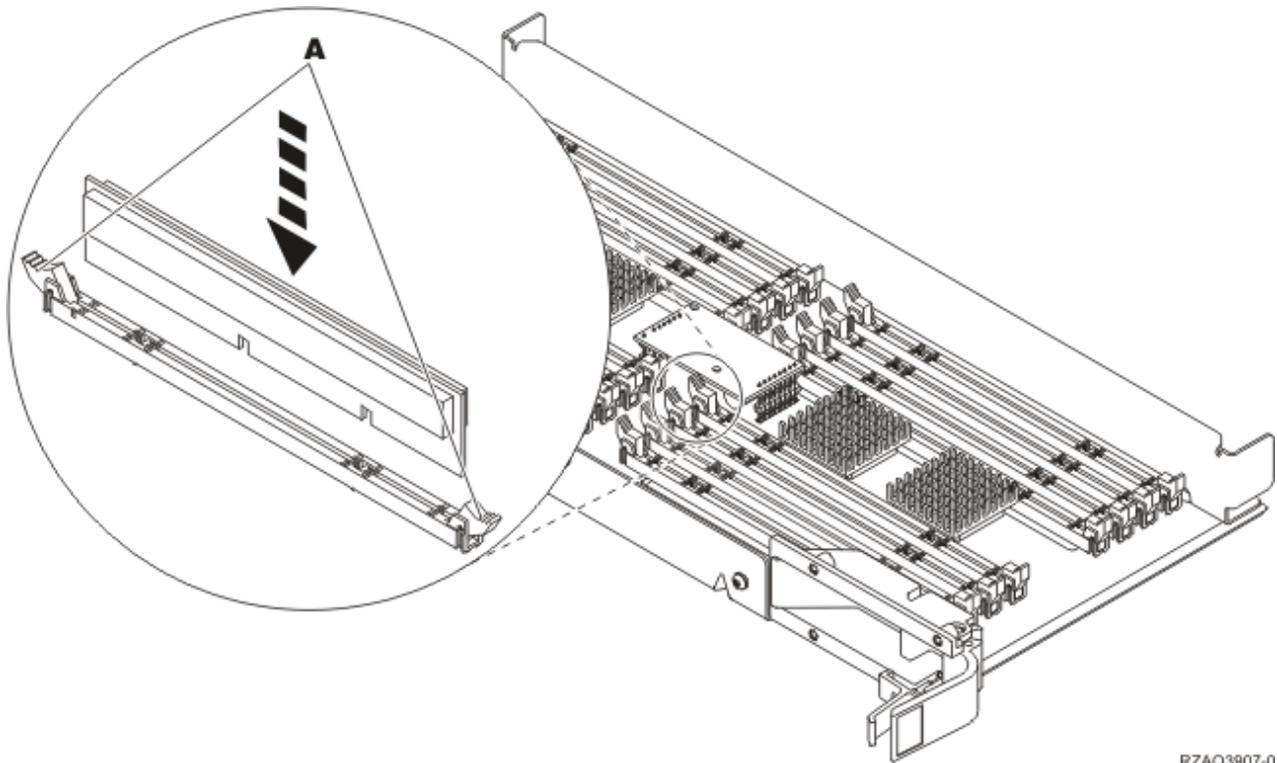

Figura 28. Instalar Placas de Memória
- \_\_ b. Alinhe a placa conforme está exemplificado na Figura 28 na página 34.